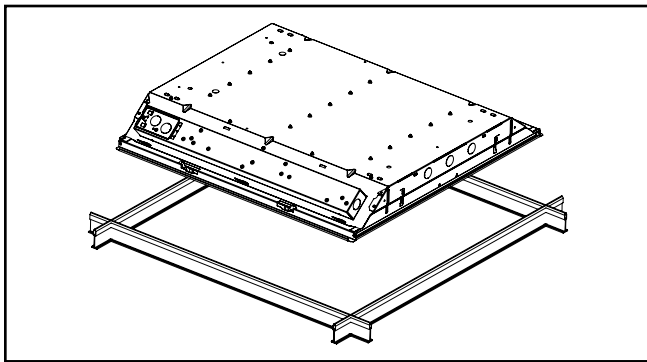

Figura 1.
2. Instale la luminaria en el sistema T-grid del techo. Asegúrese de que la luminaria se asiente cómodamente en el sistema T-grid. (Figura 1)